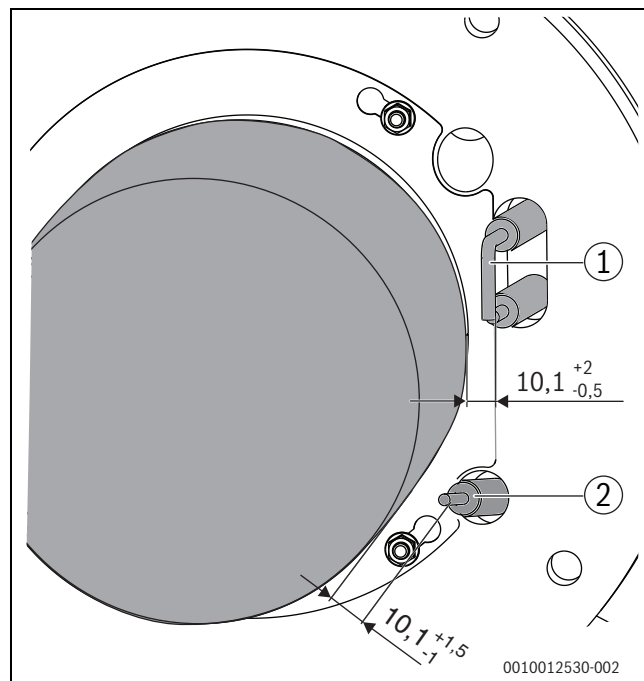

Fig. 73 Posição dos elétrodos (medida em mm)
- ▶ Medir as distâncias dos elétrodos e comparar com as especificações na fig. 73.